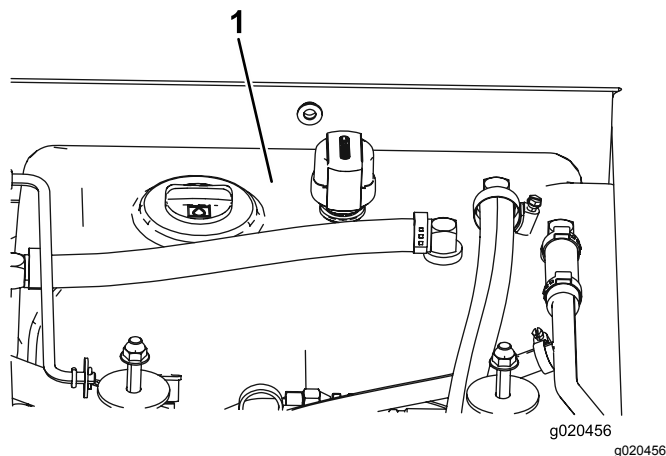

Figura 116
4. Riempite il serbatoio (Figura 116) di fluido idraulico; fate riferimento a Cambio del fluido idraulico \(pagina 76\).